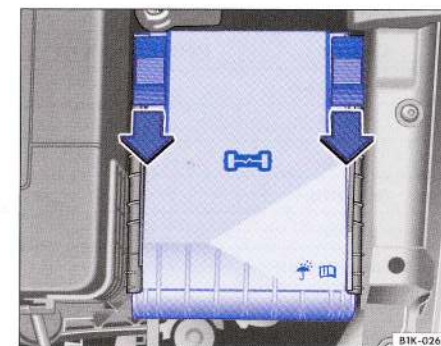

Fig. 46 În compartimentul motorului: Scoaterea capacului cutiei de siguranțe
- Împingeți tastele de blocare în față în sensul indicat de săgeată, pentru a debloca capacul cutiei de siguranțe ⇒ fig. 46.